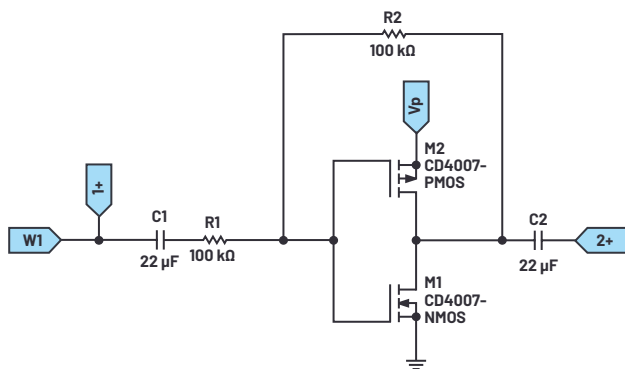
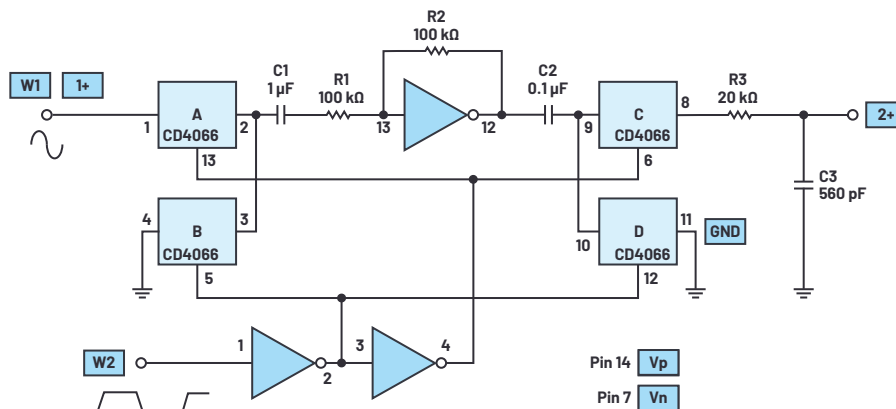

図6. 単一段のアンプ回路
図12. CMOSインバータを利用して構成した
つまり、単一段のアンプ回路を構成します（図6）。
CMOSインバータを利用すれば、チョッパ・アンプを構成することができます。ここでは、インバータを6個内蔵するCD4069A(UB)を利用します。同ICは、バッファを内蔵していない製品です。これに、クワッド・タイプのアナログ・スイッチ「CD4066」を組み合わせ、図12の回路を構成します。この回路の左下にある2個のインバータは、方形波とその相補波形を生成します。それらによって、各スイッチ（CD4066）を制御します。図中のスイッチAと同Bは、入力用の単極双投（SPDT）スイッチとして機能します。同様に、スイッチCと同Dは、出力用のSPDTスイッチとして働きます。図の中央にあるインバータは、図6の回路と同様にAC結合のアンプ回路として使用しています。
- ▶ 図6の回路の場合、インバータの出力に現れるゲインはいくつになるでしょうか。入力（W1）に対するインバータ出力のゲインを算出してください。
- ▶ 図6の回路のゲインを決めるのは、どのコンポーネントですか。